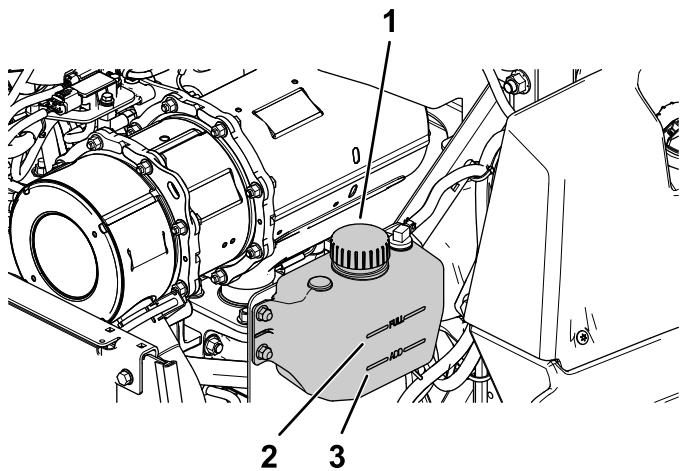

Figura 52
4. Verifique o nível de líquido de arrefecimento do depósito secundário (Figura 52).
- 5. Se o nível do líquido de arrefecimento do motor estiver baixo, retire o tampão do depósito de expansão e adicione o líquido de arrefecimento especificado (Figura 52).